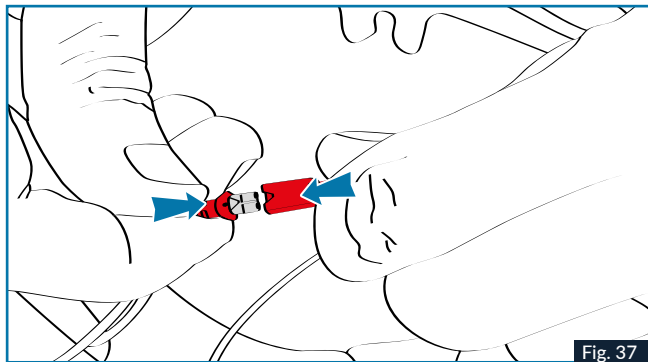

Fig. 37
9. Stecken Sie das Mikrofon (roter Stecker) und das Bedienfeld an (Abb. 37)